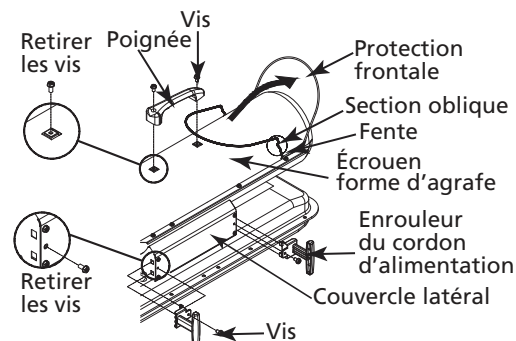

Figure 7 - Installation de la poignée et du dispositif d'enroulement du cordon, 3VE48G et 3VE49G seulement
3. Aligner les trous de l'enveloppe supérieure avec les deux trous de montage de la poignée, comme l'illustre la Figure 7.
5. Introduire le dispositif d'enroulement du cordon dans les trous rectangulaires du support et aligner le trou de l'enrouleur du cordon d'alimentation sur le trou de montage du couvercle latéral comme le montre la Figure 7.